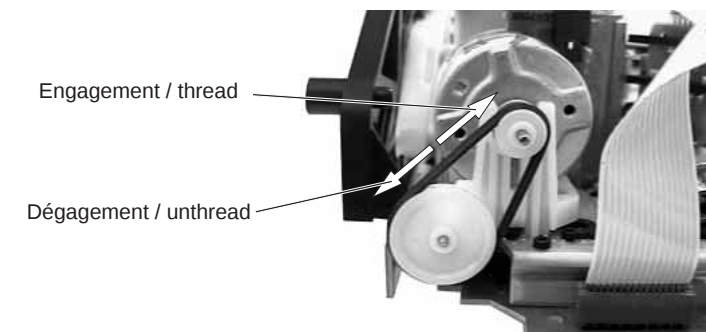

Fig. 3
- Tourner le moteur de chargement dans le sens contraire des aiguilles d'une montre (Fig. 3), jusqu'à la position basse du logement de cassette.
Si en appuyant sur la touche "Eject" la mécanique ne dégage pas la bande et n'éjecte pas la cassette, il est possible d'effectuer manuellement l'opération. Il suffit de tourner l'axe du moteur de chargement (Fig. 3). Pour éviter que la bande ne forme des boucles, actionner simultanément le moteur cabestan (Pos. 127, Fig. 5) dans le sens inverse des aiguilles d'une montre jusqu'à ce que la cassette soit entièrement rembobinée.
If the tape deck does not unthread and eject the cassette by pressing the Eject button this function can also be effected manually by turning the driving gear at the threading motor (Fig 3). To avoid slackening of the tape, turn the capstan motor (counterclockwise) (Pos. 127, Fig. 5) and the driving gear alternately until the tape is completely wound up in the cassette.
- Tourner le moteur de chargement dans le sens "engagement de bande" (Fig. 3) jusqu'au déverrouillage du pignon (Pos. 103L, Fig. 6).
- Turn the driving gear of the threading motor in the "threading" direction (Fig. 3) until the gearwheel (Pos. 103L, Fig. 6) disengages.